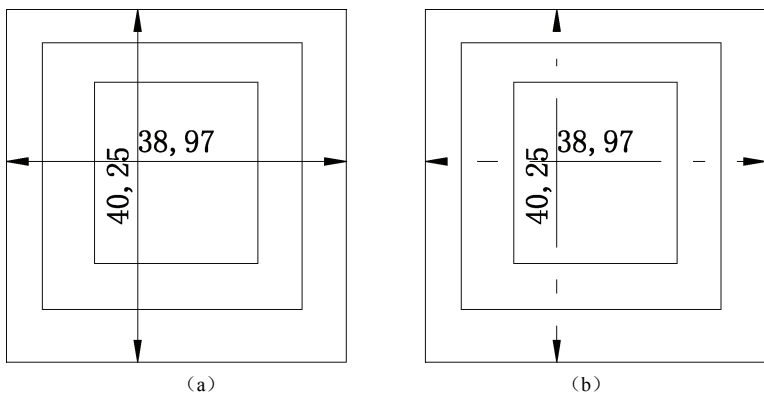

图 8-50 折断标注
- (1) 选择要添加/删除折断的标注: 选择需要修改的标注
- (2) 多个(M): 如果同时更改多个, 则输入 M, 随后的提示中没有手动选项。
- (3) 选择要折断标注的对象: 选择和尺寸相交的并且需要断开的对象。
- (4) 自动(A): 自动放置折断标注。
- (5) 删除(R): 删除选中的折断标注。
- (6) 手动(M): 手工设置折断位置。
**【例 8.18】** 如图 8-50 (a) 所示, 将两个尺寸线在和图形相交处断开, 结果如图 8-50 (b) 所示。